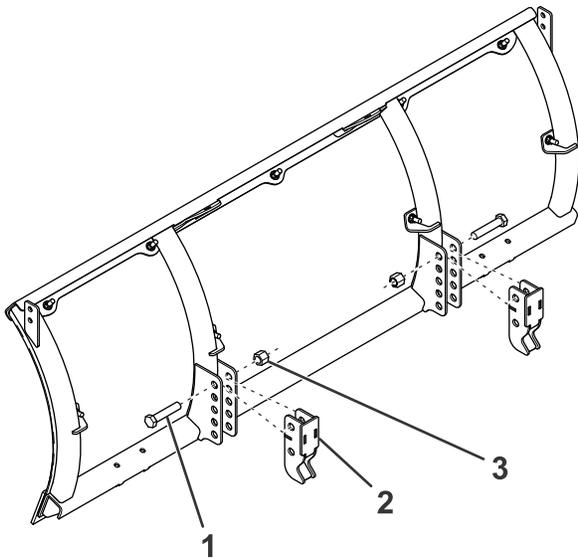

Figura 3
1. Sujete provisionalmente los 2 soportes de montaje a la pala con 2 pernos ( $\frac{5}{8}$ " ) y tuercas (Figura 3).